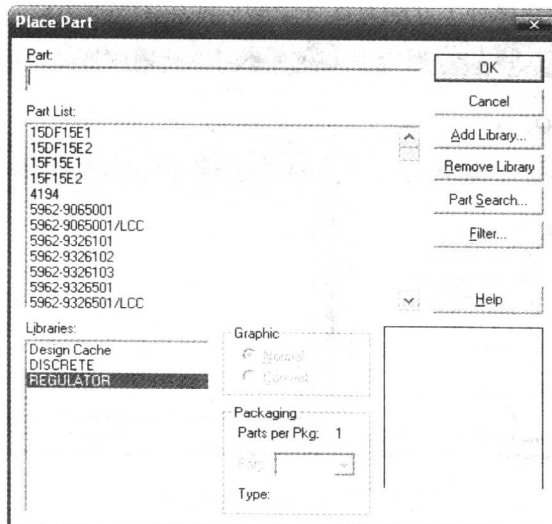
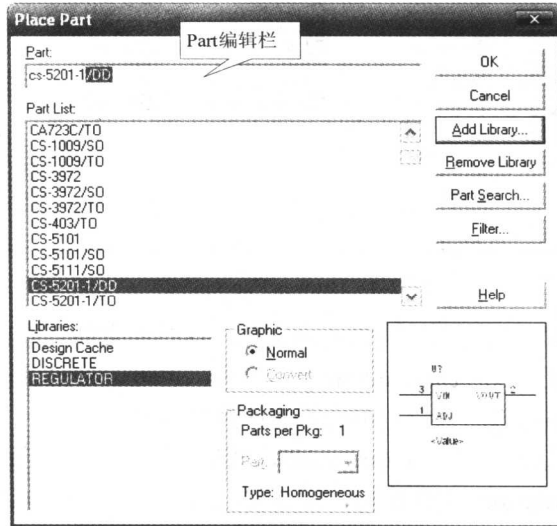
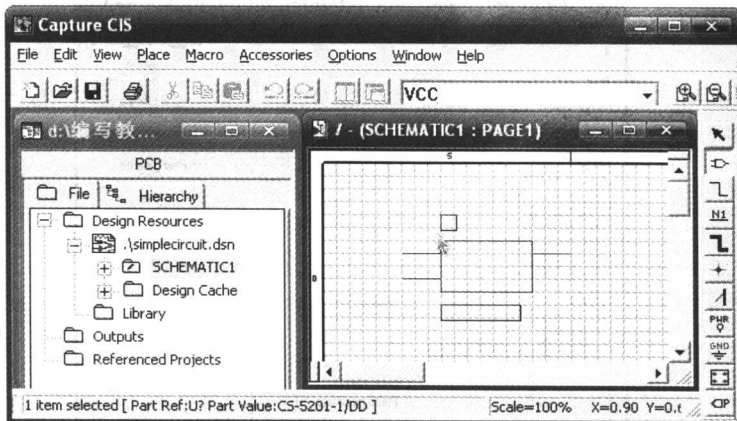

图 2-5 Place Part 对话框
图 2-6 在元件库中选中元件
图 2-7 粘在鼠标上的元件虚框
重复上述第 6 步和第 7 步, 再把系统自带的 Regulator.olb 添加到 Place Part 对话框的 Libraries 列表框中, 如图 2-5 所示。
如果已经关闭图 2-5 所示的 Place Part 对话框，则可以在原理图设计窗口为当前窗口的情况下，执行上述第 5 步，再次调出 Place Part 对话框。
8) 在图 2-5 所示的 Place Part 对话框中，选中 Libraries 列表框中的 REGULATOR 库文件，然后在 Part 编辑栏中输入 cs-5201-1/DD，这时 Place Part 对话框的右下方就会预览到元件 cs-5201-1/DD 形式，如图 2-6 所示。
9) 单击 OK 按钮，关闭图 2-6 所示 Place Part 对话框。这时在原理图设计窗口，元件 cs-5201-1/DD 的虚框就会粘在鼠标上并随着鼠标移动，如图 2-7 所示。